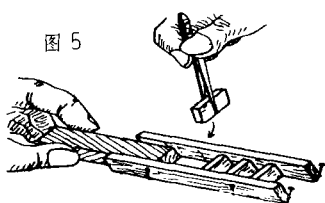

图 5
(1) 使用简易模块制作斜梯,如图 5。先取一长方木制作简易模块,使其宽度与拟制作斜梯两梯梁